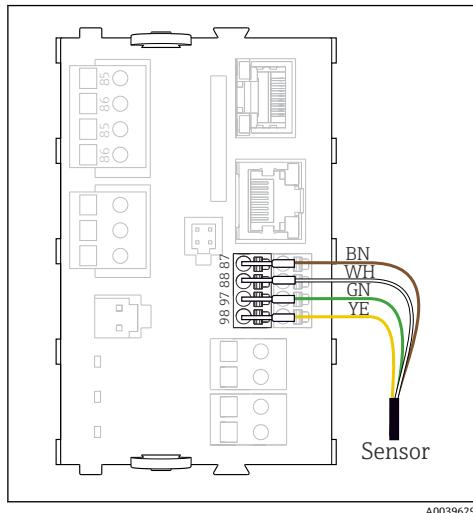

图 23 数字式传感器, 不带附加电源
- 将传感器电缆直接连接至传感器模块 2DS 或基本模块-L、-H 或-E (→ 图 23)